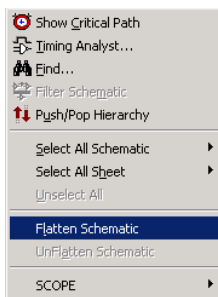

图4-38 选择【Flatten Schematic】选项
1. 打开结构视图，在结构视图观察窗空白处单击鼠标右键，弹出如图 4-38 所示